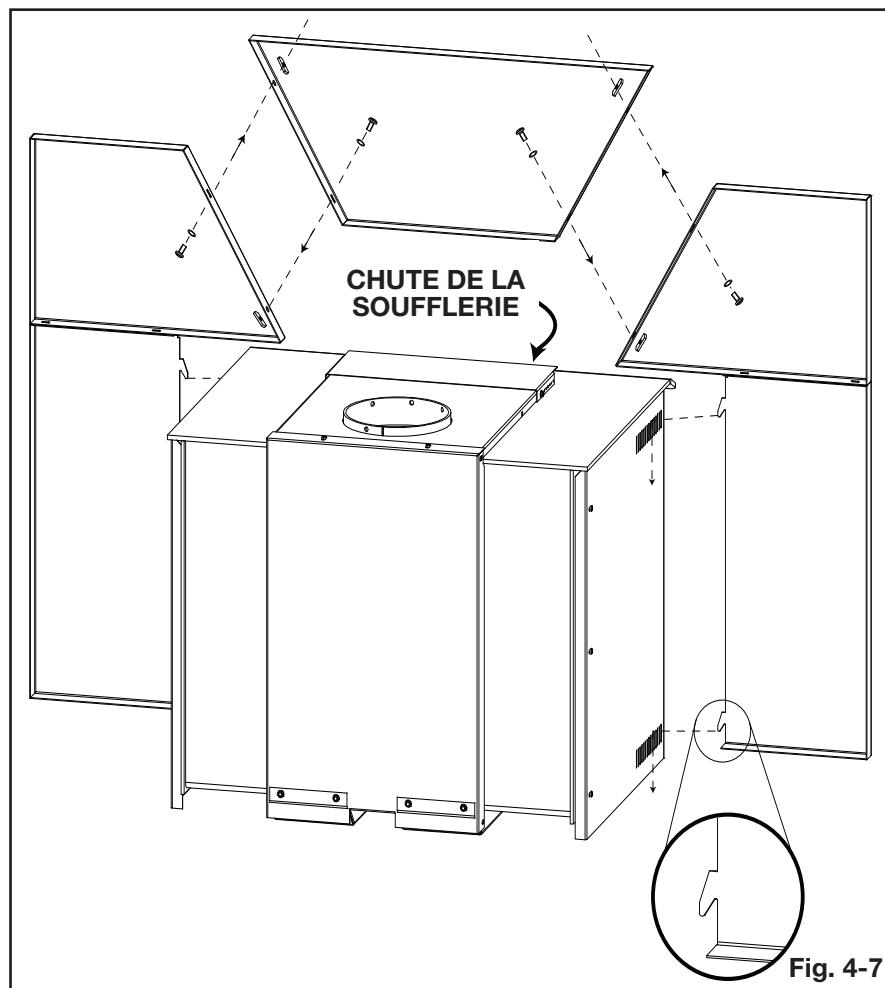

Fig. 4-7
- D. Insérez la pièce supérieure comme illustré puis fixez-la à l'aide des vis, des rondelles de blocage et des écrous à souder fournis (**Fig. 4-7**).